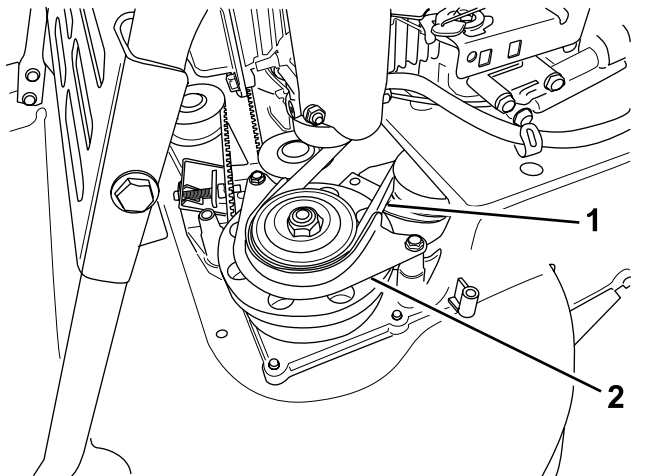

Bild 41
7. Nehmen Sie die Schutzvorrichtung Messerbremsriemens ab (**Bild 41**).